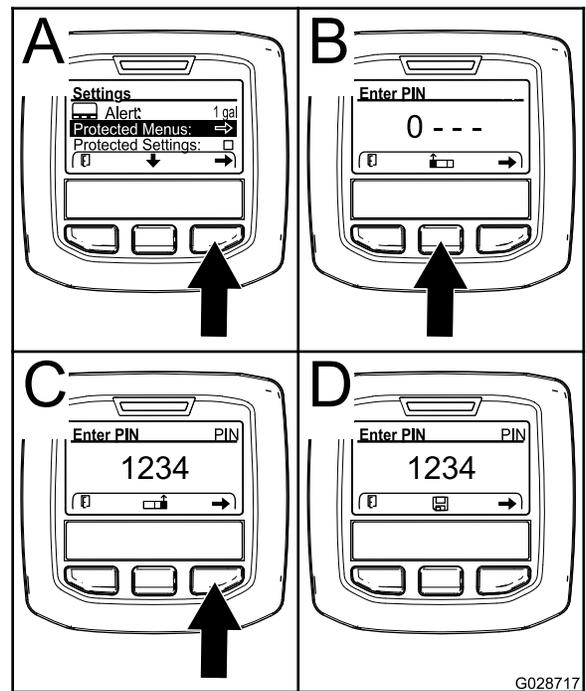

图12
3. 按右侧选择按钮选择受保护菜单图12。
- 按中间选择按钮图12中的 B可增加数值09。
- 按右侧选择按钮图12中的 C可将光标移至右边的下一个数值位置。
- 注意** 保存图标将显示在中间选择按钮的上方图12中的 D。